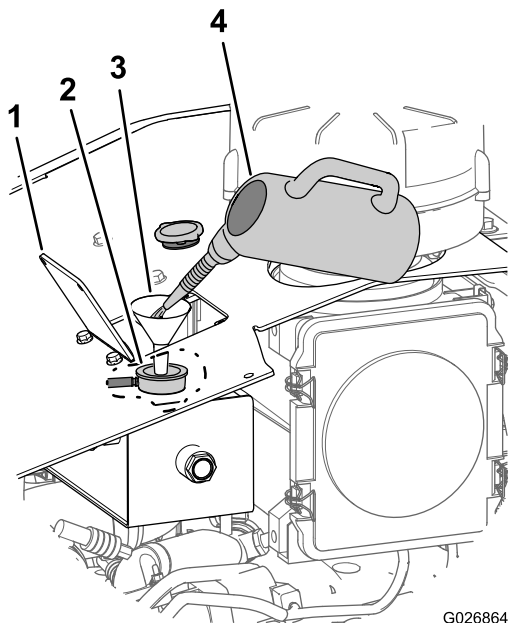

Bild 107
- B. Füllen Sie Reinigungslösung für die Kühlanlage durch den Füllstutzen des Ausdehnungsgefäßes in die Kühlanlage ein (Bild 107).